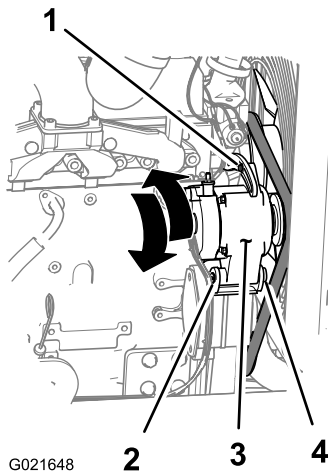

Figura 118
3. Solte o parafuso e a porca no ponto de articulação do alternador (Figura 118).
4. Afrouxe o parafuso de ajuste no alternador (Figura 118).
5. Para aumentar a tensão da correia, afaste o alternador do motor; para reduzir a tensão da correia, aproxime o alternador do motor (Figura 118).
6. Aperte o parafuso de ajuste do alternador (Figura 118).
8. Se a tensão da correia estiver correta, aperte a porca e o parafuso no ponto de articulação do alternador (Figura 118); caso contrário, repita os procedimentos 4 a 7.